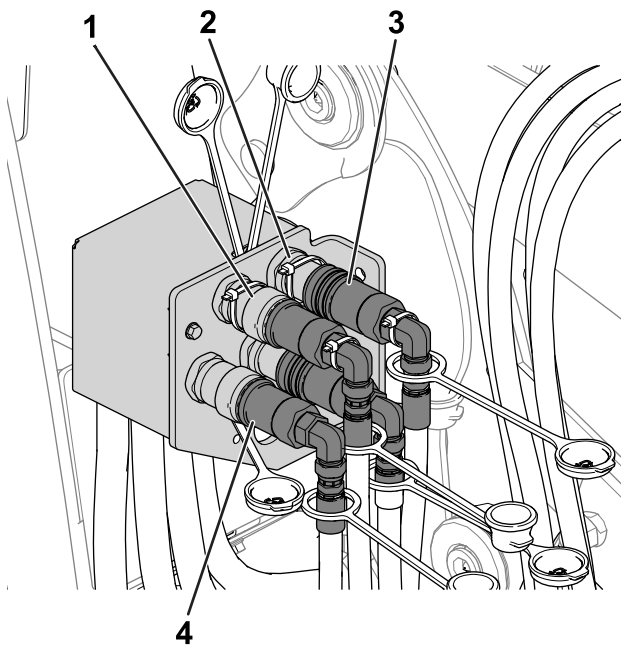

Figure 50
7. Débranchez les coupleurs hydrauliques (Figure 50) en procédant comme suit :